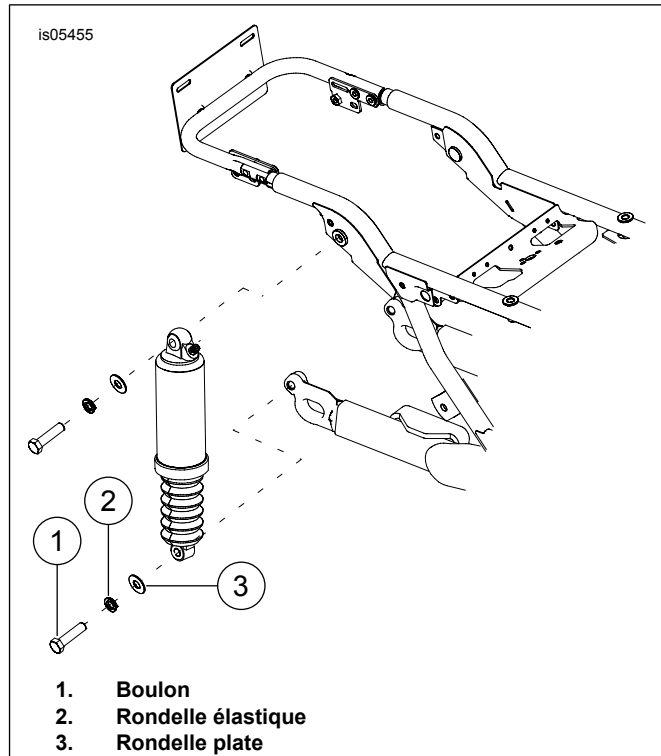

Figure 3. Retrait de l'amortisseur arrière
8. Consultez Figure 3. Retirez les boulons de fixation (1), les rondelles à ressort (2) et les rondelles plates (3) inférieurs des amortisseurs.